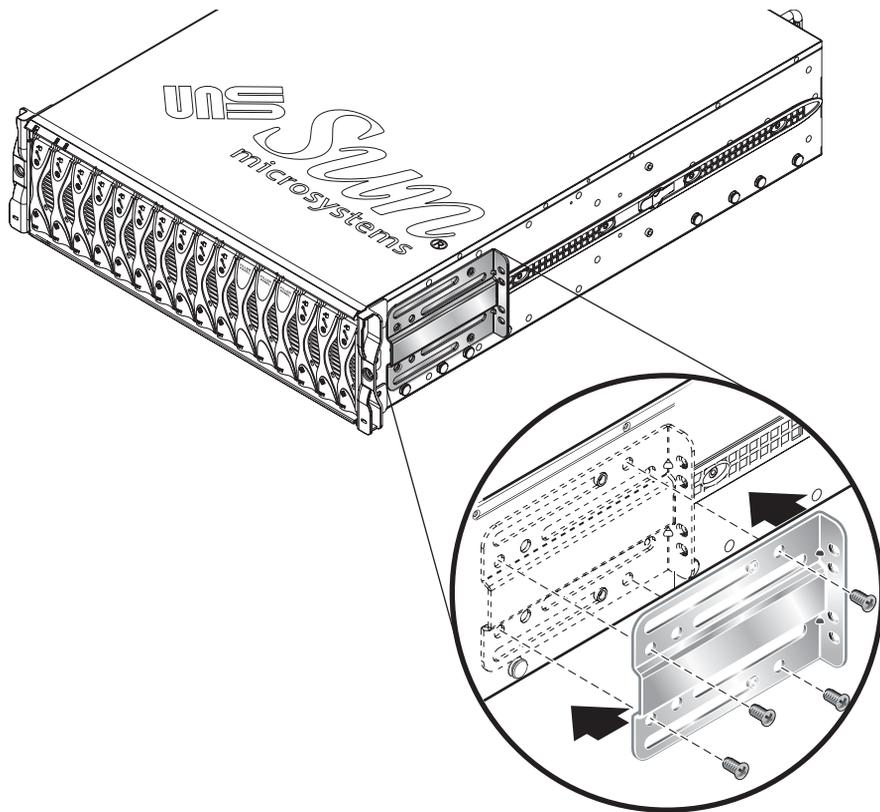

FIGURE 1 Retrait du support avant de l'armoire du châssis
3. Retirez le support avant de l'armoire du châssis (FIGURE 1).